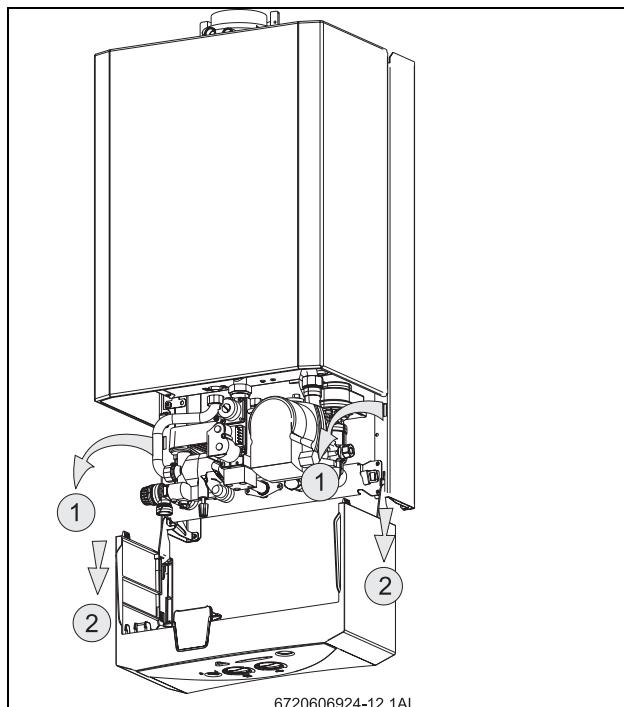

Fig. 10 Position de service
- ▶ Afin de pouvoir enlever complètement le tableau électrique, suivre les indications de la Fig. 10 puis le soulever et le sortir.